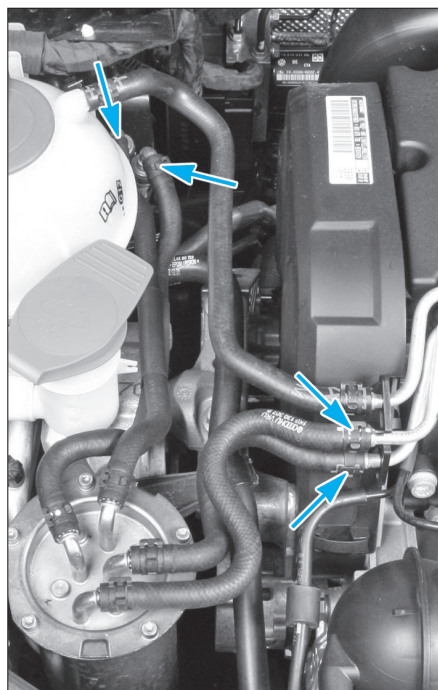

Fig. 20
- Débrancher les canalisations d'alimentation et de retour de carburant (Fig.20).